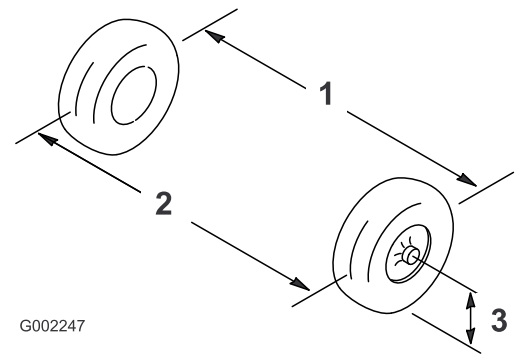

Figura 135
2. Mida la distancia entre los neumáticos delanteros a la altura del eje, en la parte delantera y trasera de los neumáticos delanteros (Figura 135).